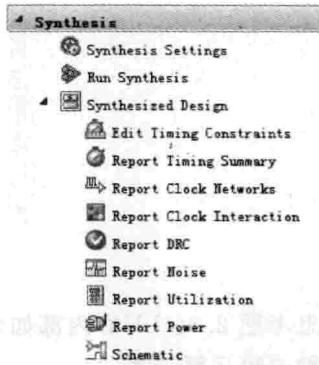

图 2.27 展开 Synthesis Design
- (6) 当执行完综合后,如图 2.27 所示,可以展开 Synthesis Design。提供了下面的选项:
(7) 在图 2.27 所示的界面内,单击 Schematic 选项。
(10) 单击图 2.27 内的 Report Utilization 选项。Vivado 开始计算该设计的资源消耗量。